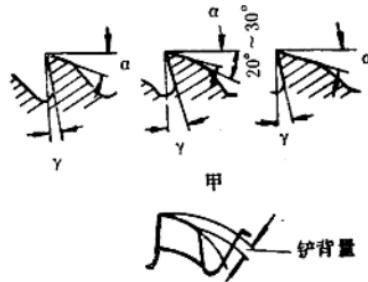

图10 铣刀刀齿
(1) 尖齿铣刀：齿形与锯齿相似，制造简单，应用较广泛(图10甲)。
(2) 铲齿铣刀：齿背为阿基米德螺旋线，需由专门的铲背机床加工。这种铣刀刀齿制造较复杂，只用于加工特形表面的成形铣刀上(图10乙)。